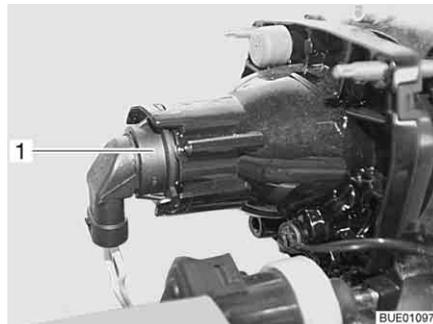

Fig. 256 Faro anabbagliante/abbagliante/luce di posizione
- Afferrare dietro il supporto lampada (Fig. 256,1).